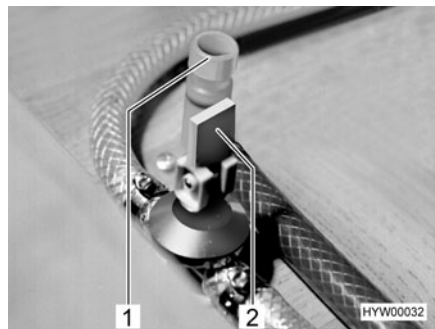

Fig. 114 Robinets de vidange
- Fermer le robinet de vidange (Fig. 114,2). Pour cela, placer le levier à bascule en position horizontale.
- Fermer le robinet de vidange (Fig. 114,1). Pour ce faire, tourner le capuchon dans le sens des aiguilles d'une montre.
- Ouvrir le robinet de vidange du chauffe-eau (Fig. 114,2). Pour ce faire, mettre le levier à bascule du robinet de vidange du chauffe-eau à la perpendiculaire.